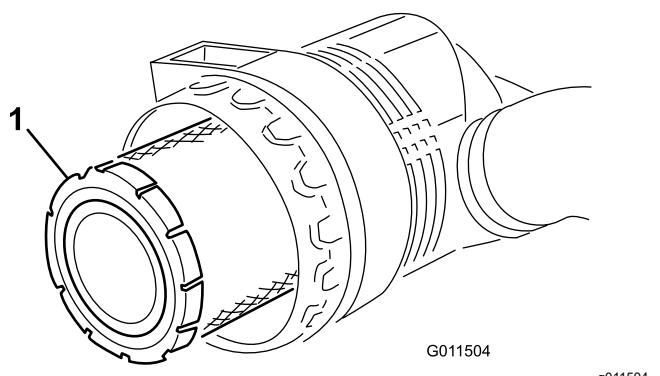

Figura 88
- Retire e substitua o filtro primário (Figura 88).